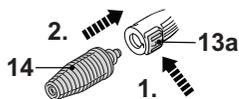

Fig. 13
2. Appuyez sur le bouton de déverrouillage (13a) et fixez la buse rotative (14) sur la lance d'extension fixe (13). Lâchez le bouton (13a) pour verrouiller la buse en place (Fig. 13).
3. Vérifiez que la buse (14) est bien accrochée en tirant dessus. Elle ne doit pas pouvoir se détacher.